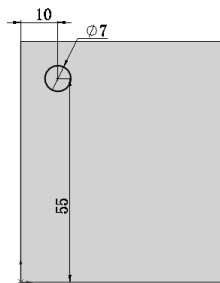

图 4-110 绘制草图
**07** 绘制草图。单击“草图”控制面板中的“圆”图标，绘制图 4-110 所示的草图。